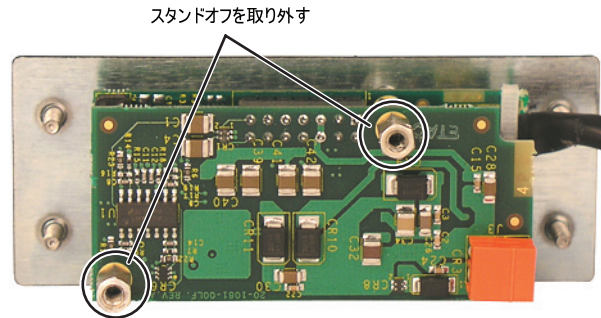

図 2-6 音声ボードの取り外し方
3. メイン (ビデオ) ボードと音声ボードを固定する 2 つのスタンドオフを取り外し、保管しておきます。図 2-6 を参照してください。音声ボードを持ち上げます。